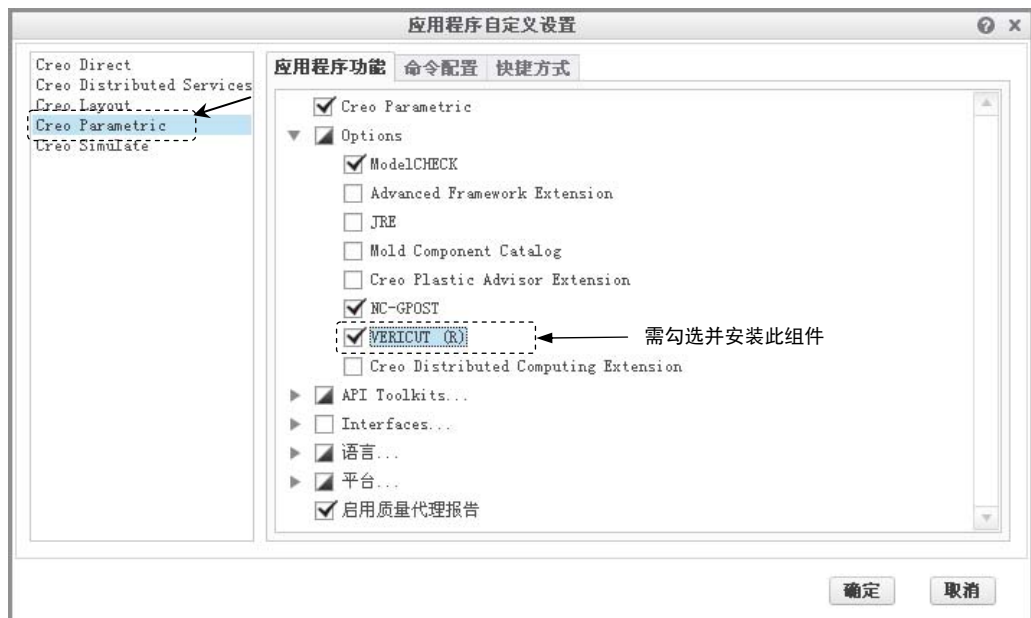

图 2.8.1 选择安装 VERICUT(R)选项
说明: 要进行 NC 检查, 需要在安装 Creo 软件时选择安装 VERICUT (R) 组件, 安装方法是: 在安装过程中出现“应用程序选择”界面时, 需要单击  按钮, 此时系统弹出图 2.8.1 所示的“应用程序自定义设置”对话框; 在左侧列表框中选择 **Creo Parametric** 节点, 然后选择  Options 节点下的  选项。如果初次安装时没有选择此组件,